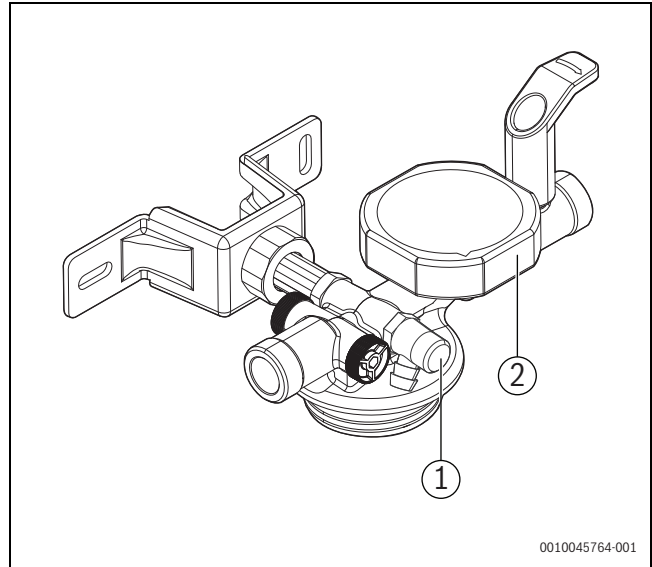

Bild 16 Füllkopf mit Entlüftungshahn/Entleerungsventil
- ▶ Entlüftungshahn/Entleerungsventil (→ Bild 16, [1]) so lange öffnen bis luftfreies Wasser austritt.
- ▶ Am Entlüftungshahn/Entleerungsventil (→ Bild 16, [1]) behandeltes Wasser entnehmen und die Leitfähigkeit des Wassers (< 10 µS/cm) messen bzw. kontrollieren (ggf. Herstellerangaben nach VDI 2035/I beachten).
- ▶ Deckel des Batteriefachs (→ Bild 16, [2]) abziehen.